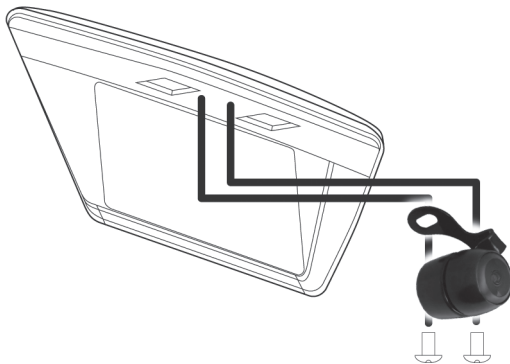

Рисунок 1. Установка камеры над номерным знаком
3. Закрепите камеру над номерным знаком (Рис. 1):